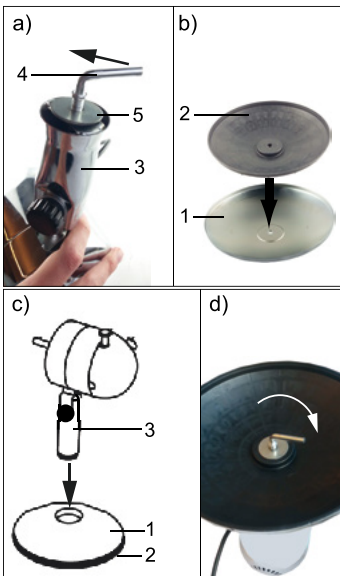

Fig.71: Montaż podstawy
- Poluzować śrubę montażową „L” (4) znajdującą się w cokole.
- Odkręcić ją w kierunku przeciwnym do ruchu wskazówek zegara. Rys. 71 a).
- Zdjąć podkładkę (5) z cokołu (3).
- Osadzić cokół na podstawie. Rys. 71 c). *Cokół musi znaleźć się w przeznaczonym do tego celu zagłębieniu.*
- Dokręcić śrubę montażową „L” zgodnie z ruchem wskazówek zegara. Rys. 71 d).